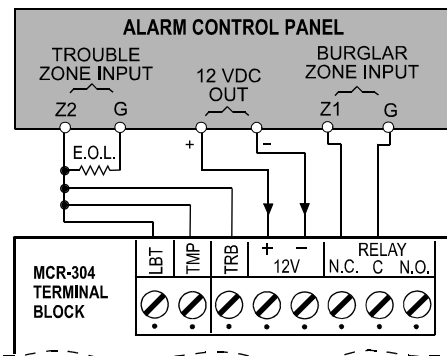

图6. 将3个报警状态输出与一个单E.O.L.防区相连
C. 若你只需要一个防区输入发出警报, 则将MCR-304的3个报警状态输出与控制主机的单防区输入相连即可。如图6所示 (E.O.L.选项)和7 (继电器选项)。